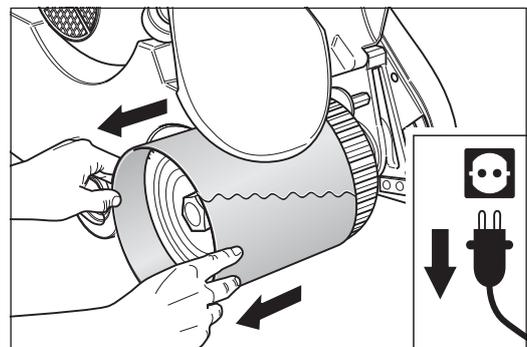

Abb. 31 Die Schleifhülse von der Schleifwalze abziehen.
- 4 Ziehen Sie die verschlissene Schleifhülse von der Schleifwalze ab (Abb. 31).